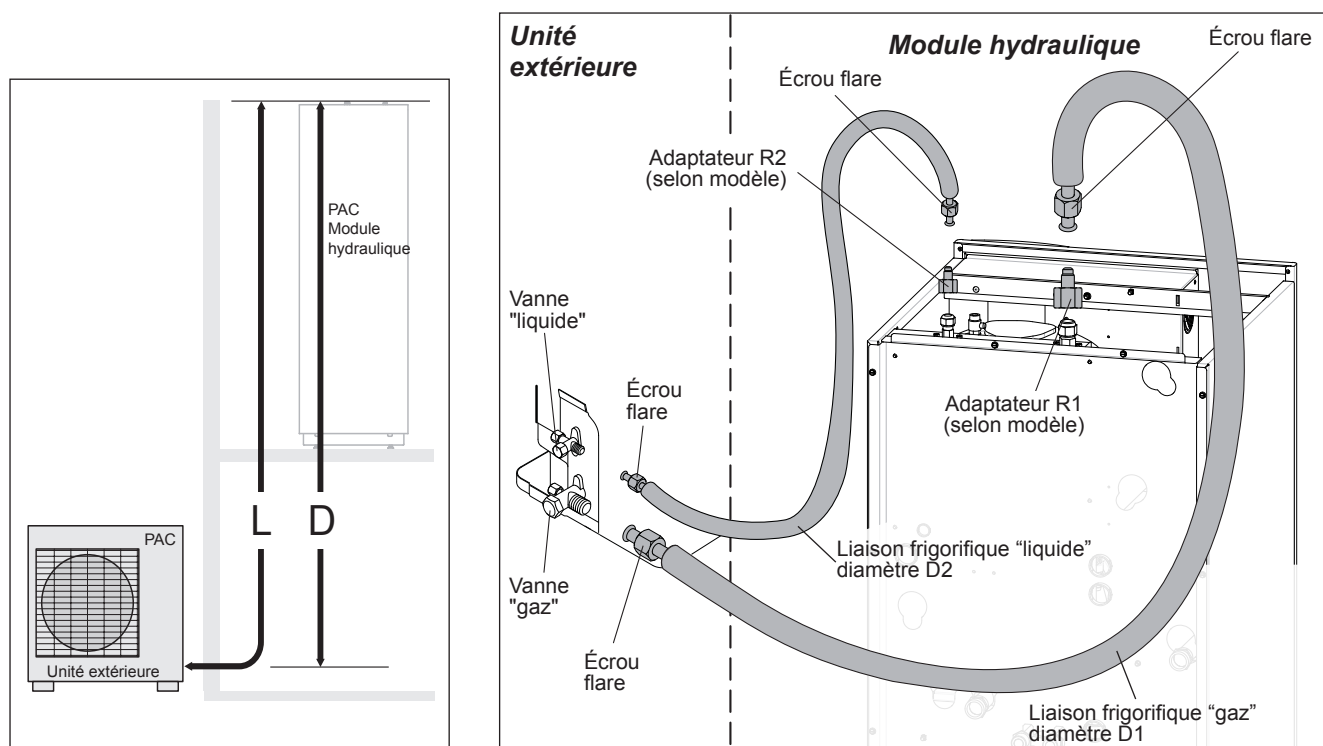

figure 20 - Raccordement des liaisons frigorifiques (diamètres et longueurs permises)
- ③ Raccorder la liaison liquide sur le module hydraulique. Souffler à l'azote l'ensemble **liaison gaz-condenseur-liaison liquide** et observer son extrémité (côté unité extérieure).
- Suivant le cas, raccorder un adaptateur (réduction) 1/4"- 3/8" ou 1/2"- 5/8" (voir figure 20).